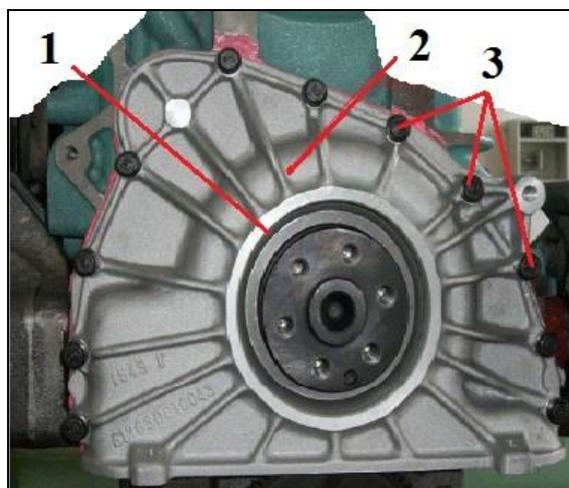

Рис. 38 Снятие передней плиты
2.33. Снятие передней крышки и сальника носка коленвала (см. Рис. 38)